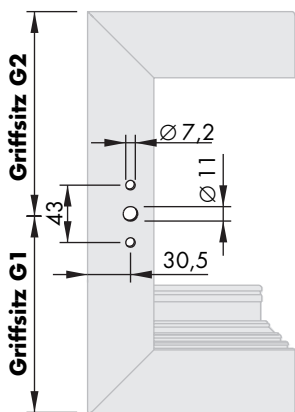

Bild 1
- B** Gewindeniete M5 in die vorgesehenden Bohrungen $\varnothing 7,2$ (Bild 1) einsetzen und Hebel Si-line FAVORIT (1) mit Senkschrauben M5 x 20 (2) anschrauben (Drehmoment $2,5 \pm 0,25$ Nm).